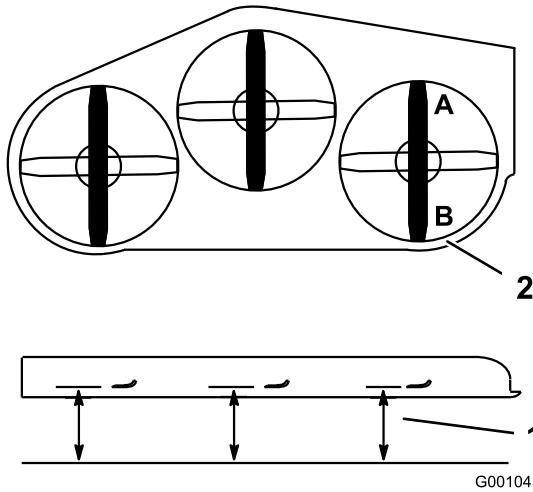

Figure 66
1. Tournez la lame droite dans le sens longitudinal (Figure 66).
2. Mesurez la distance au point **A** entre la surface plane et le tranchant de la pointe de la lame droite (Figure 66).
4. Mesurez la distance au point **B** entre la surface plane et le tranchant de la pointe de la lame droite (Figure 66).
6. La lame doit être plus basse de 6 à 10 mm (1/4 à 3/8") au point **A** qu'au point **B** (Figure 66). Si ce n'est pas le cas, passez aux étapes suivantes.